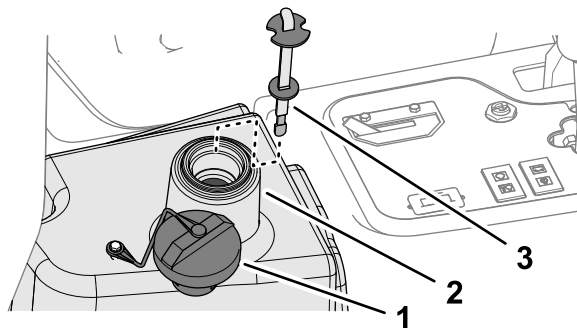

Figura 85
4. Llene el depósito (Figura 85) con aproximadamente 22,7 litros de fluido hidráulico; consulte Especificación del fluido hidráulico (página 60).